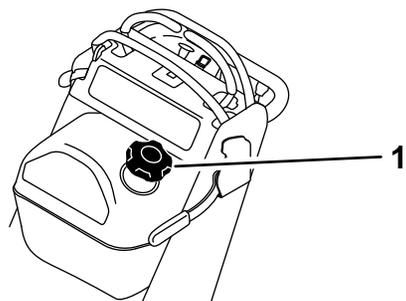

図 39
3. 燃料タンク内部に異物が入るのを防止するために、燃料キャップの周囲をきれいに拭く 図 39。
6. サイホンポンプを使って燃料タンクから燃料を抜き出す 図 39。